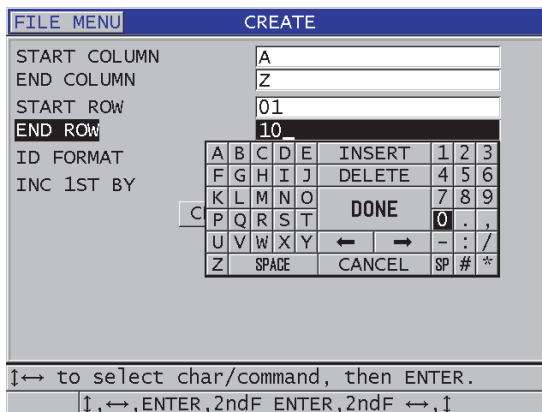

Abbildung 11-10 Konfiguration des ID-Bereichs einer 2D-Matrix
3. Verfahren Sie auf der zweiten Seite des Fensters **ERSTELLEN** (siehe Abbildung 11-10 auf Seite 204) wie folgt: